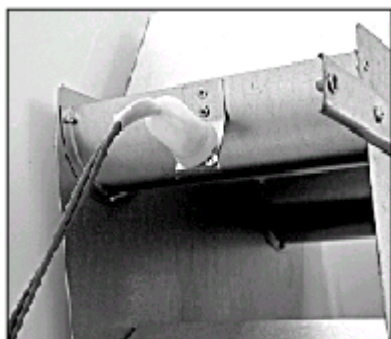

Рисунок 22
- термостат размещен в левой боковой части прерывателя тяги (рис. 22);